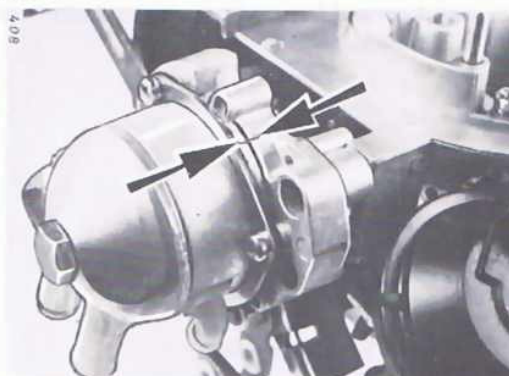

Bild 6
2.4 Starterdeckel-Markierung (Bild 6)